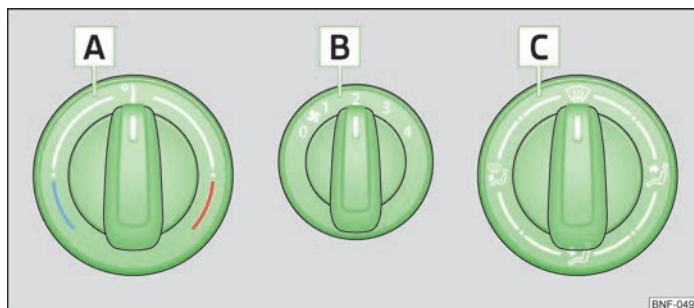

Fig. 60 Încălzirea: Elementele de comandă
- Rotiți regulatorul rotativ [A] » fig. 60 spre dreapta pentru a mări temperatura.
- Pentru pornirea ventilatorului, rotiți comutatorul ventilatorului [B] » fig. 60 în una din pozițiile de la 1 la 4.
- De la regulatorul pentru distribuția aerului [C] » fig. 60 reglați direcția curentului de aer » pagina 52, Fantele de ventilație.
- Elemente de comandă **A**, **B**, **C** » fig. 60 la pagina 52.